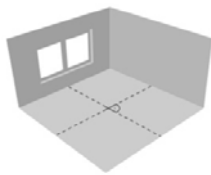

Fig. 1a
- Tracer un repère en partageant la pièce en deux parties dans la longueur et dans la largeur (fig. 1a).
- Mark a line dividing the room into two parts lengthwise as well as width-wise (fig. 1a).